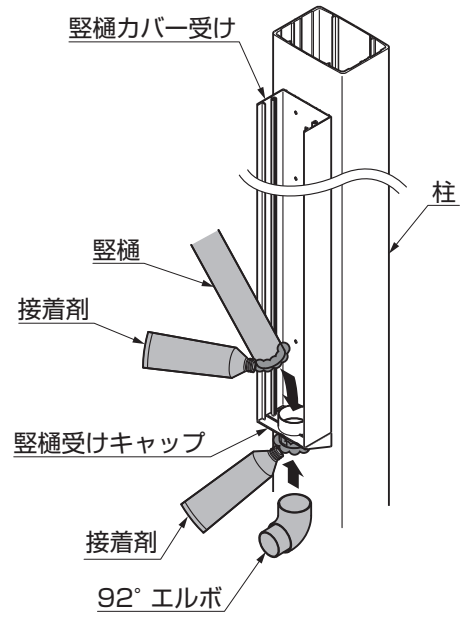

図 1-10
- ③ 縦樋に接着剤を塗布して縦樋受けキャップに挿入してください。(図1-10参照)
- ④ 縦樋受けキャップに92° エルボを接着剤で取付けてください。(図1-10参照)